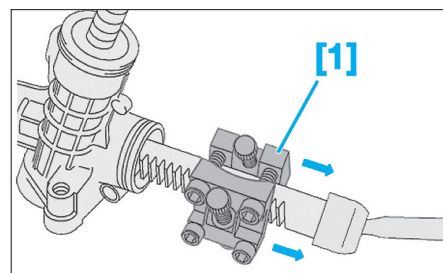

Fig. 14
- Positionner l'outil [1] le plus possible en bout de la denture de crémaillère et de manière que les appuis rotulés de l'outil [1] puissent prendre contact sur des éléments mécaniques (berceau, barre antibasculement...) (Fig.14).